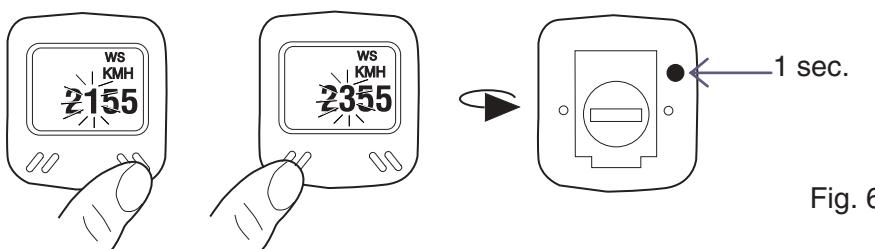

Fig. 6
5. Per uscire dalla modalità di settaggio, tenere premuto per un secondo il tasto giacente sul retro del dispositivo. Fig.6.
5. Hold the button on the back of the device pressed for one second to exit setting mode. Fig.6
5. Zum Verlassen des Einstellmodus die Taste auf der Rückseite des Geräts eine Sekunde lang drücken. Siehe Abb. 6.
5. Pour sortir de la modalité de réglage, appuyer durant 1 seconde sur la touche située à l'arrière du dispositif. Fig.6.